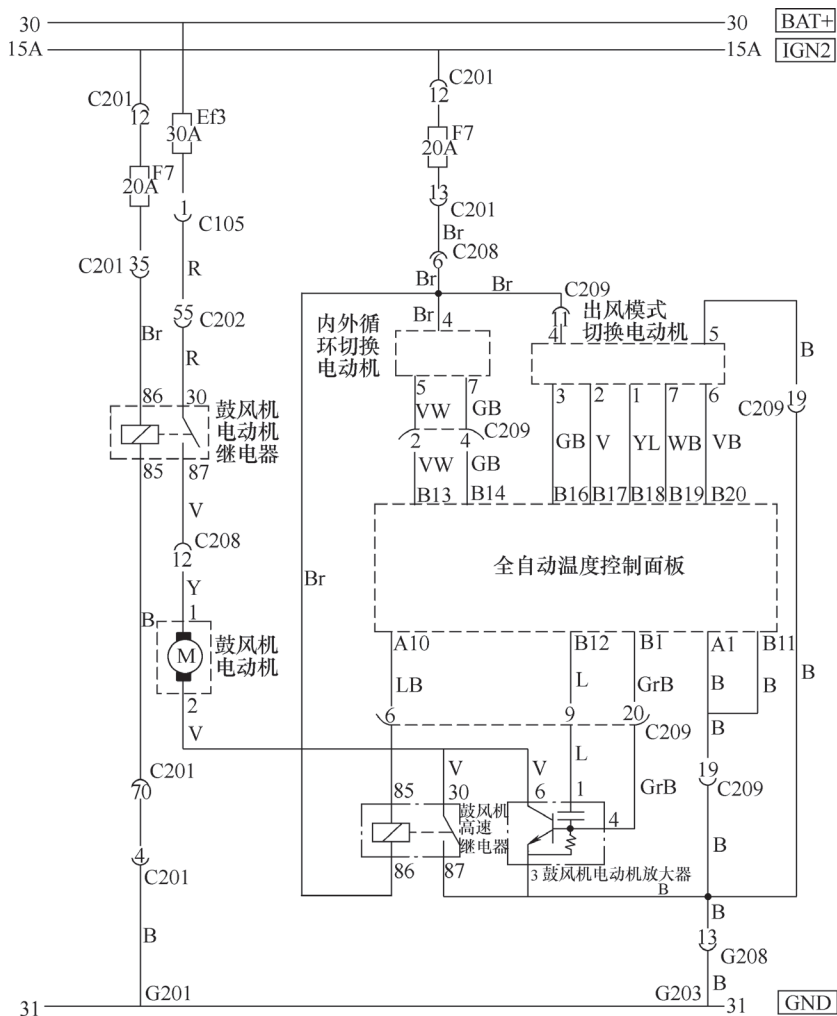

图 5-67 自动空调系统控制电路 (1)
2) 自动空调系统控制电路如图 5-67、图 5-68 所示。